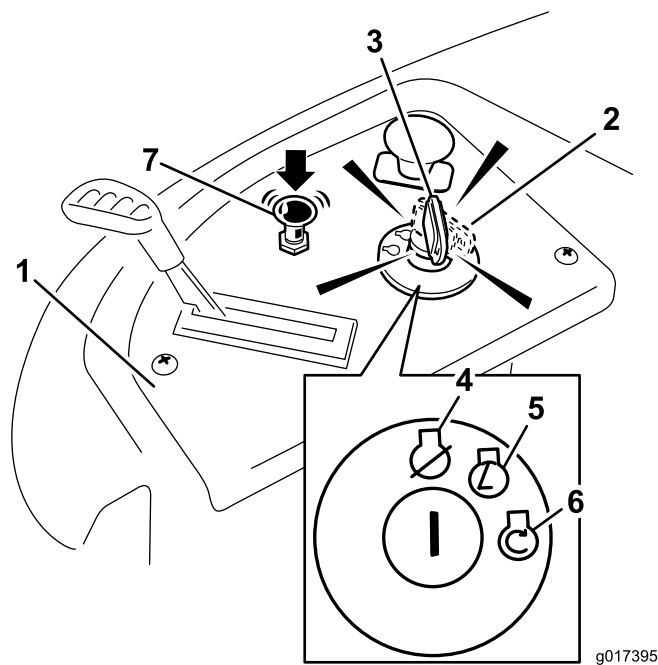

Figura 13
4. Gire la llave de contacto a Arranque para activar el motor de arranque. Cuando el motor arranque, suelte la llave (Figura 13).
5. Cuando el motor haya arrancado, empuje el control del estérter hacia abajo (Figura 13). Si el motor se cala o funciona irregularmente, tire hacia arriba del control del estérter y deje funcionar el motor durante unos segundos. Luego empuje el control del estérter hacia abajo. Repita este procedimiento tantas veces como sea necesario.
3. Gire la llave de contacto a la posición de Desconectado (Figura 13) y retire la llave.